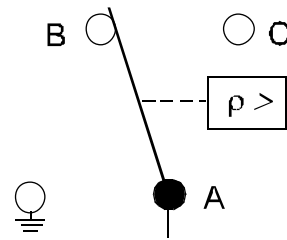

Fig. 1
5. Soufflets (voir fig. 1 and 2)